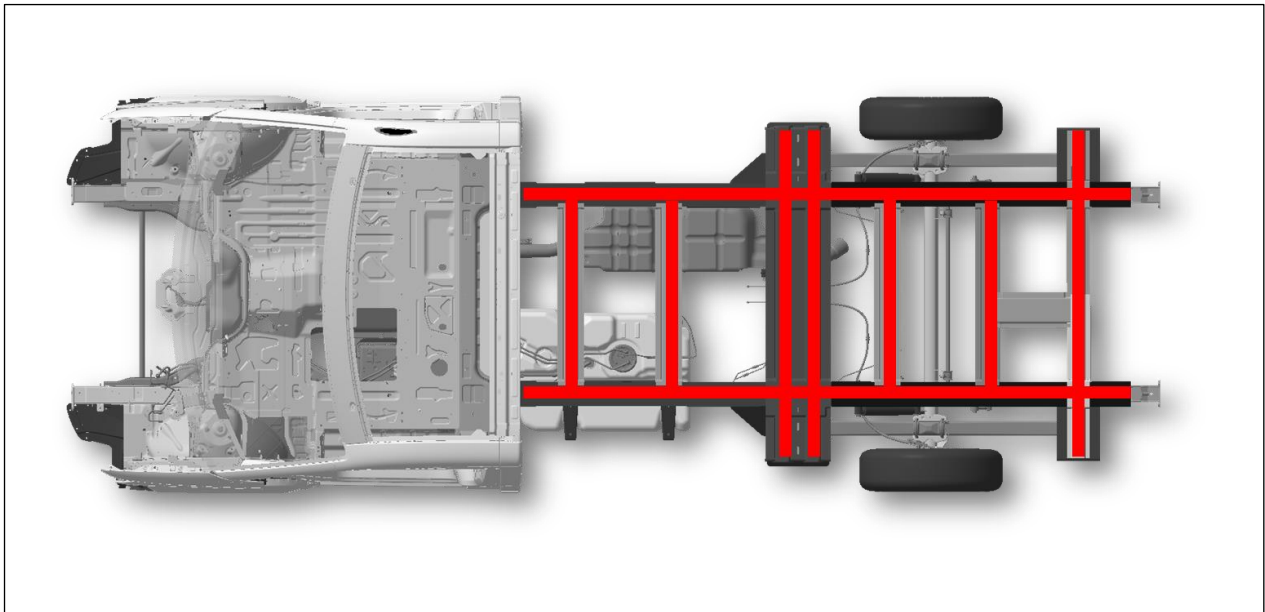

Abb. 3: Crafter-Flachrahmen-Fahrgestell- Klebeflächen für Aufbau (Prinzipdarstellung Rahmenfläche)
- Der Benetzungsgrad der Klebgebiete (rot) muss **mindestens 75 %** betragen (siehe Abb. 3 „Crafter-Flachrahmen-Fahrgestell-Klebeflächen für Aufbau“).